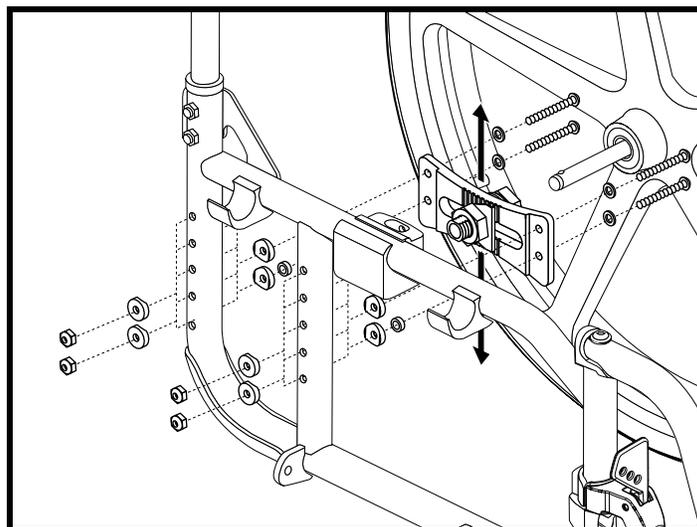

Figure 17. Réglages en hauteur des roues arrière
2. Démontez le support d'essieu de la structure du fauteuil. Voir la figure 17.